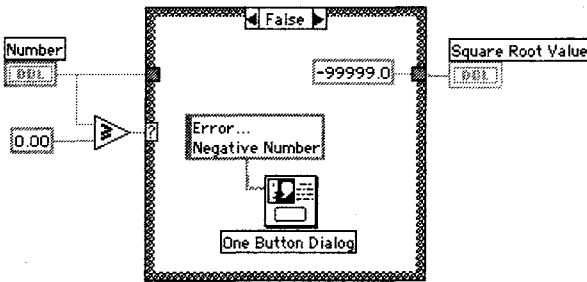

Рис. 6.26. Вариант ЛОЖЬ
3. Откройте окно блок-диаграммы. Создайте код, изображенный на рис. 6.26 и 6.27.
Помните, что варианты отображаются только по одному. Для изменения вариантов щелкните кнопкой мыши по стрелкам селектора структуры варианта. Обратите внимание, что рис. 6.26 и 6.27 показывают оба варианта структуры. Таким образом, вы знаете, что создавать. *Не создавайте две различные структуры в этом упражнении!*
5. Выберите другие объекты диаграммы и соедините их так, как показано на рис. 6.26 и 6.27. Используйте окно контекстной помощи для отображения вводов и выводов различных функций.